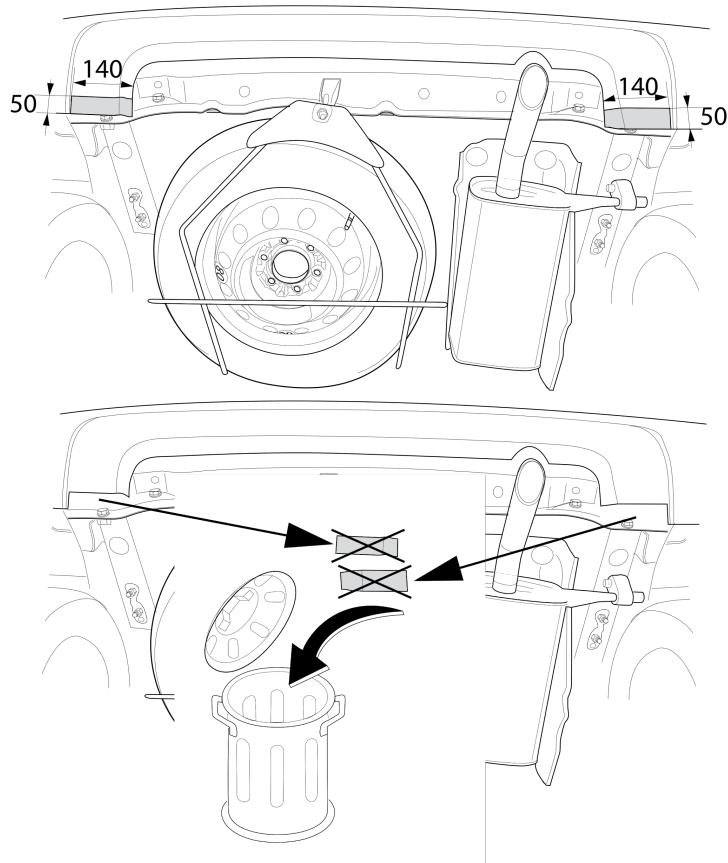

Fig. 2
- Выпилить обозначенные части, как указано на рис. 2.